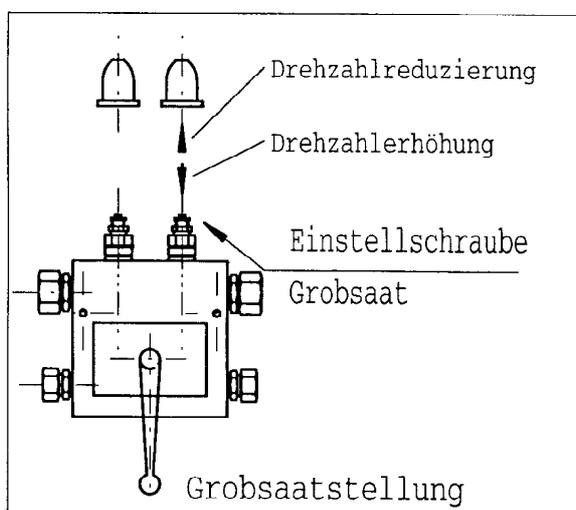

Fig. 1.
1. Verstellhebel am Steuerblock in Grobsaatstellung bringen. Siehe Fig. 1.